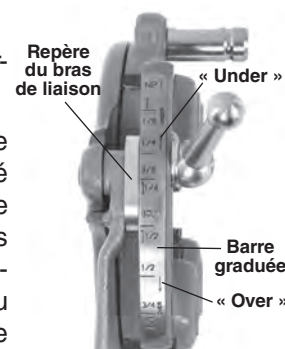

Figure 12 – Réglage du filetage
3. Commencez avec le repère du bras de liaison aligné sur la dimension voulue de la barre graduée. Sur les têtes de filière pour boulons, alignez le repère du bras de liaison sur celui de la barre graduée. Pour le filetage des boulons, alignez toutes les filières sur le repère « BOLT » de la barre graduée (Figure 12).